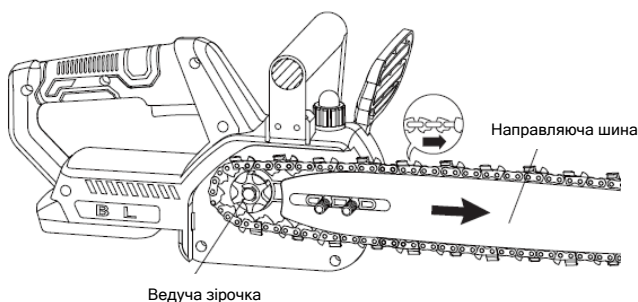

Рис.7
- 4.Поставте акумуляторну пилу на стійку поверхню, встановіть напрямну шину та ланцюг, зачепивши ведучі ланки ланцюга за ведучу зірочку (рис. 7).